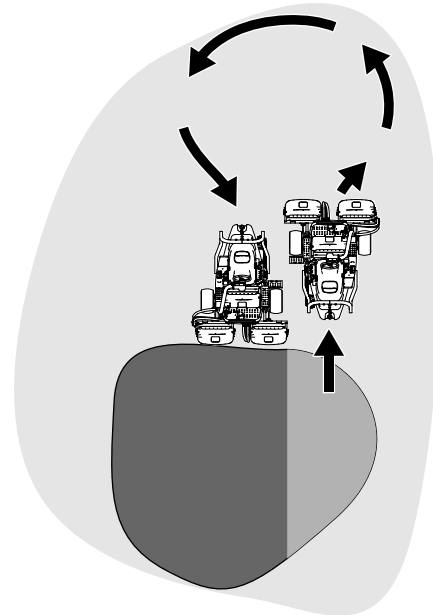

Figura 33
6. Para ganar tiempo y facilitar la alineación correcta para la pasada siguiente, gire la máquina momentáneamente en la dirección opuesta, y luego gire hacia la parte que todavía no está segada. Este movimiento forma un giro en forma de lágrima (Figura 33), que permite alinear la máquina rápidamente para la pasada siguiente.